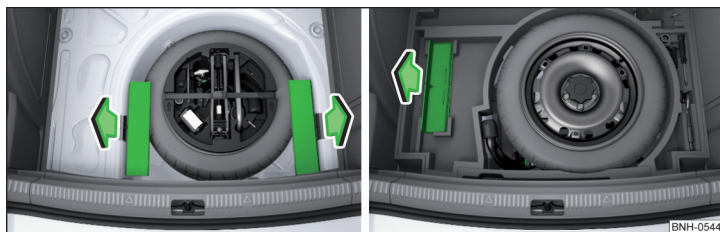
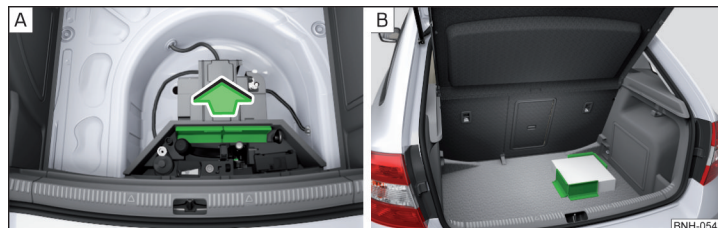

Fig. 90 Scoaterea elementelor Cargo: Varianta 1/varianta 2
Fig. 91 Scoaterea elementelor Cargo: Varianta 3 / exemplu de fixare a
- » Scoateți elementele Cargo în sensul săgeții » fig. 90, respectiv » fig. 91 - A.
- » Fixați elementele Cargo cu banda velcro cât mai aproape de bancheta din spate, pe podeaua portbagajului » fig. 91 - B sau pe partea textilă a podelei cu două fețe.